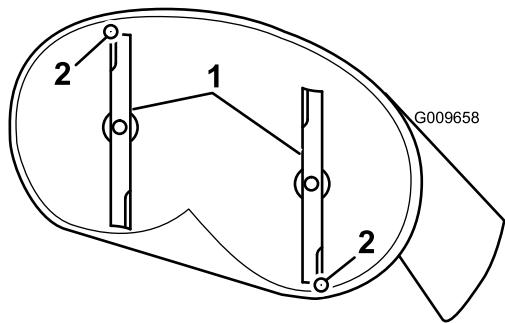
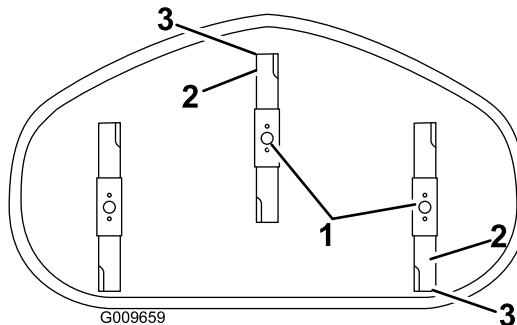

Bild 64
Bild 65
- Drehen Sie die Messer vorsichtig, sodass sie in Längsrichtung zeigen (Bild 64 und Bild 65).
5. Messen Sie zwischen der Messerspitze vorne und hinten und der ebenen Oberfläche (Bild 64 und Bild 65). Stellen Sie die vordere Sicherungsmutter ein, wenn die vordere Schnittmesserspitze nicht um 1,6–7,9 mm tiefer liegt als die hintere.
8. Prüfen Sie noch einmal die Neigung in Längsrichtung. Stellen Sie die Mutter ein, bis die vordere Schnittmesserspitze um 1,6–7,9 mm tiefer liegt als die hintere Spitze (Bild 64 und Bild 65).